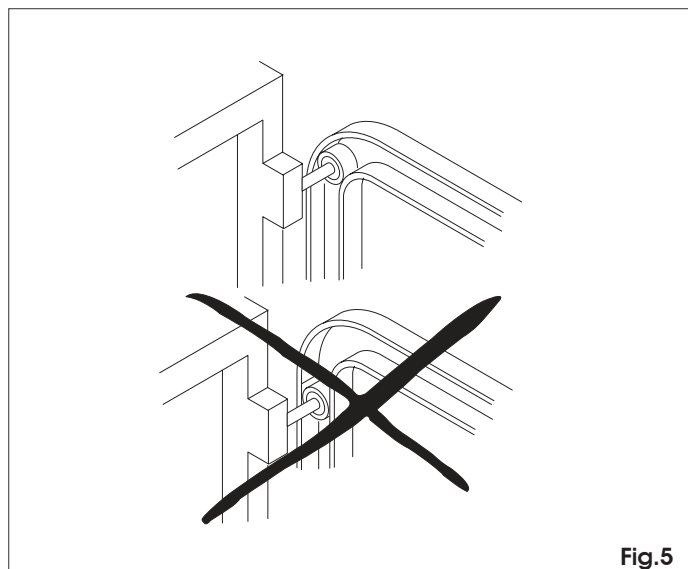

Fig. 5
- Sprawdzić, czy górna rolka prowadząca drzwi segmentowych znajduje się w poziomej części prowadnicy przy zamkniętych drzwiach (Rys. 5).